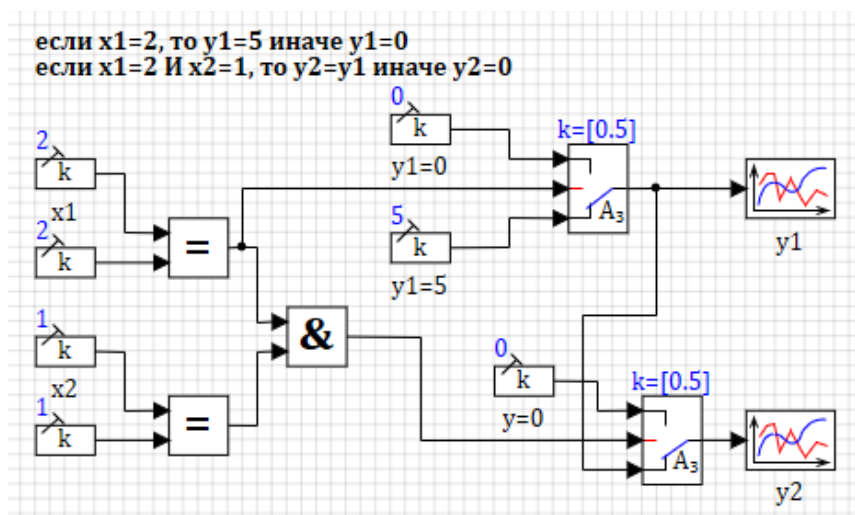

Рисунок 3.10 – Схема №7
6.2 Соберите и промоделируйте расчетную схему (рисунок 3.10), реализующую логическое выражение: